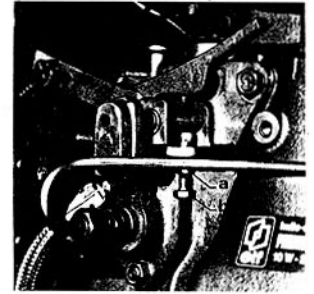

Fig. D9
5.2. **REGLAGE DU RALENTI** (fig. D9)